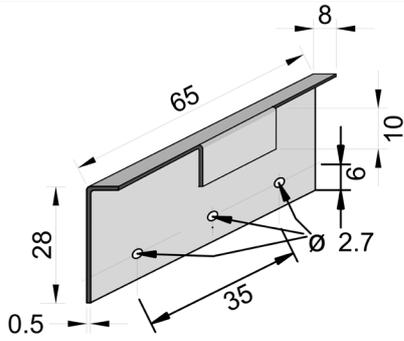

Fig.12 :Clips fixation en inox pointes
■ Fig. 12 et 13 : Clips de fixation